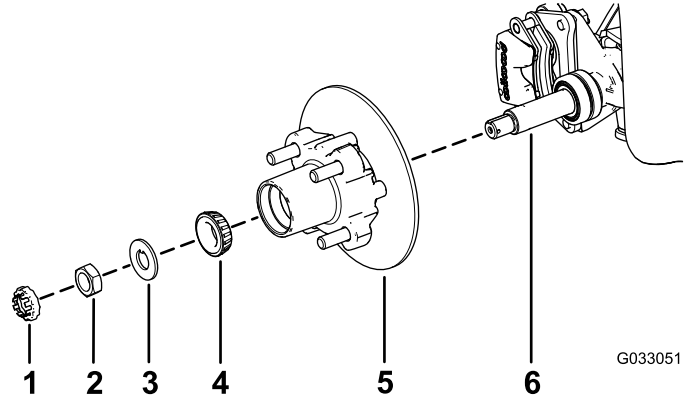

Bild 31
1. Fetten Sie die Spindel leicht mit der angegebenen Fettsorte ein (Bild 31).
2. Montieren Sie die Radnabe und den Drehzylinder an der Spindel mit dem Drehzylinder innen (Bild 31).
3. Montieren Sie das Außenlager an der Spindel und setzen das Lager auf den äußeren Lagerring (Bild 31).
4. Legen Sie die Nasenscheibe auf die Spindel (Bild 31).
5. Schrauben Sie die Spindelmutter auf die Spindel und ziehen Sie die Mutter auf ein Drehmoment von 15 N·m an, während Sie die Radnabe drehen um das Lager zu fixieren (Bild 31).
2. Fluchten Sie die Bremsbeläge mit jeder Seite des Drehzylinders (Bild 27) und die Löcher in der Bremsbackenhalterung mit den Löchern im Bremsenhalter des Spindelrahmens aus (Bild 31).